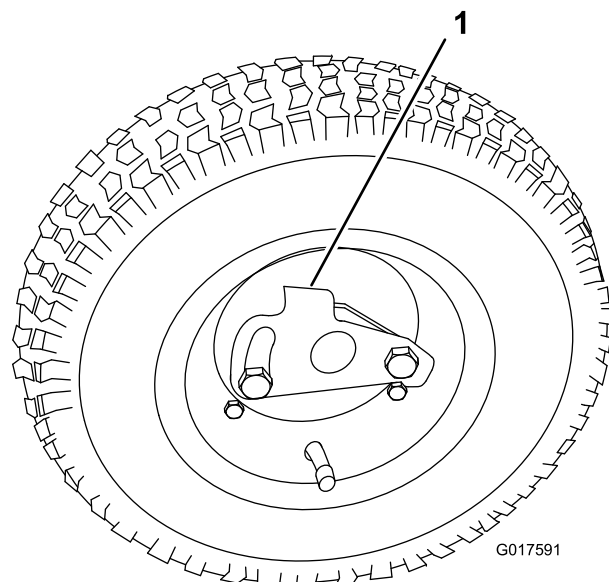

Figura 10
2. Empurre o dispositivo de bloqueio da roda para o centro da roda e deslize a roda na direção do eixo hexagonal (Figura 10).